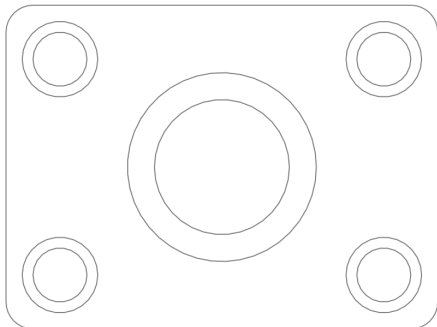

图 3-6 圆角其他草图对象
(6) 用与上同样的方法，圆角其他的草图对象，效果如图 3-6 所示。